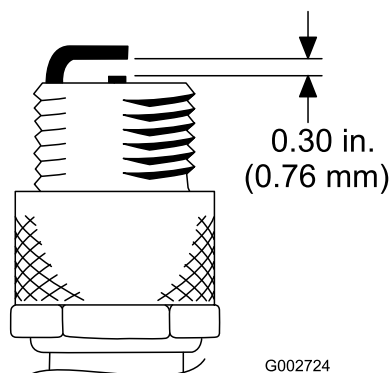

Figure 27
4. Réglez l'écartement entre les électrodes centrale et latérale à 0,76 mm (Figure 27). La bougie installée, avec son joint d'étanchéité, doit avoir l'écartement correct et être serrée à 23 Nm. À défaut de clé dynamométrique, serrez fermement la bougie.